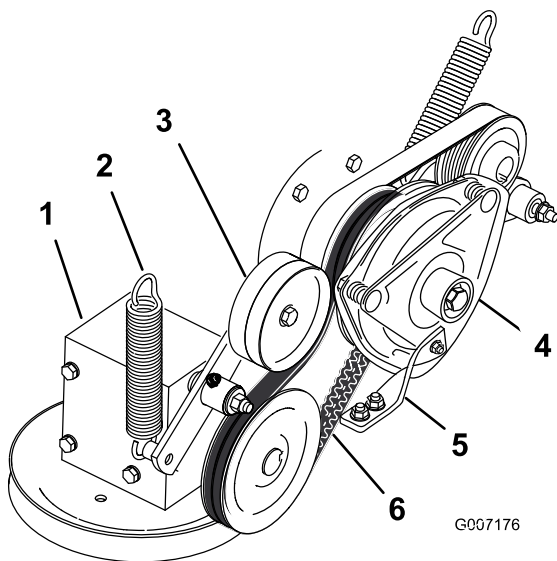

Figure 93
4. Décrochez le ressort du bras de la poulie de tension (Figure 93).
7. Montez la nouvelle courroie d'entraînement de PDF autour de la poulie d'embrayage et de la poulie du boîtier d'engrenages (Figure 93).
9. Raccrochez le ressort au bras de la poulie de tension (Figure 93).